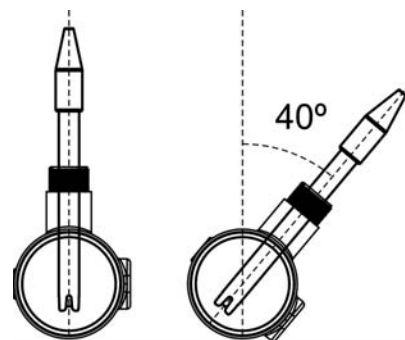

Abb. 13
4. Die sensor Sensor sollte am besten immer senkrecht installiert werden oder mit einer maximalen Neigung von 40° (Abb. 13).